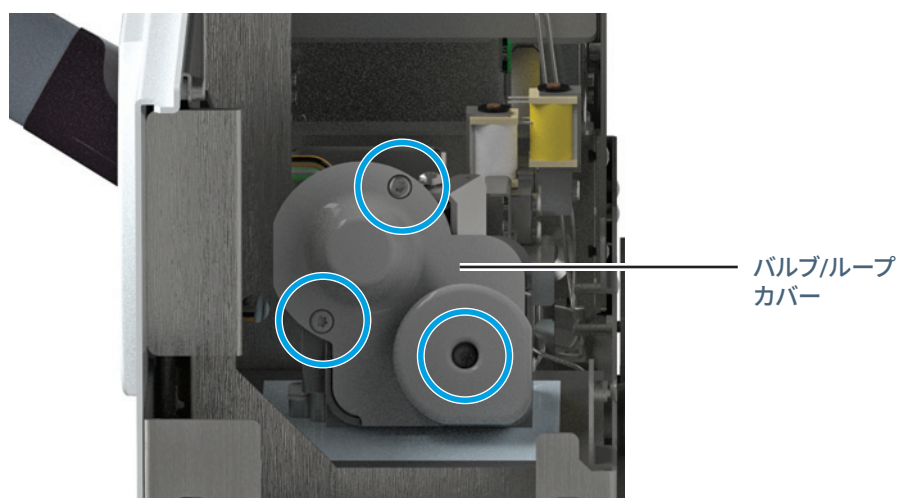

図 9. バルブ/ループカバー
- 4 バルブ/ループカバーにある 3 個の T-20 トルクス固定ネジを完全に緩めます (図 9)。